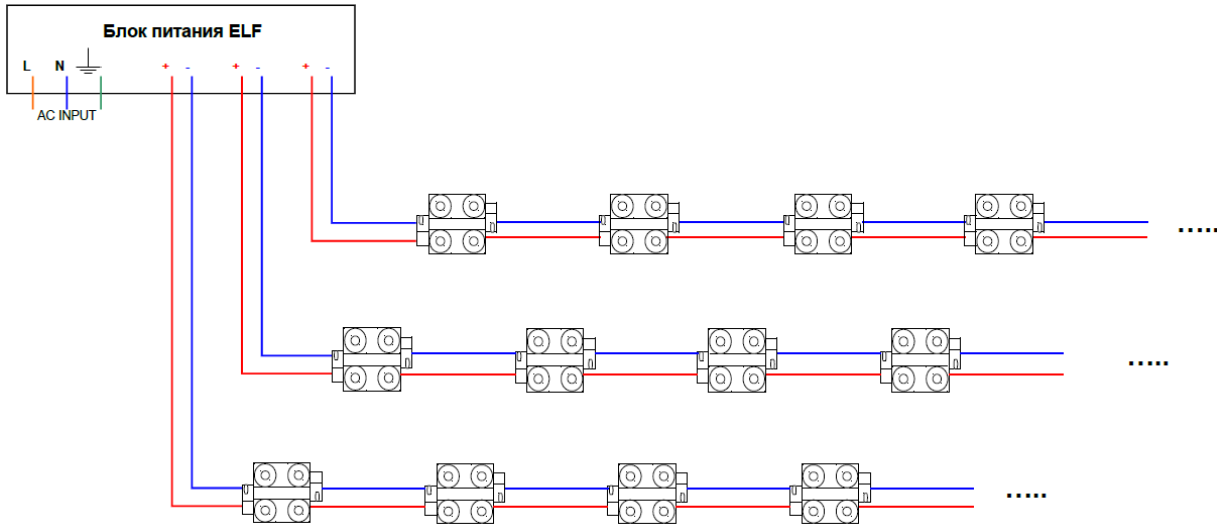

Рисунок 5.
- сечение провода рассчитывается, исходя из максимальной Силы тока на выходе блока питания и протяжённости линии связи от блока питания до линий светодиодных пикселей (**Рисунок 5**);